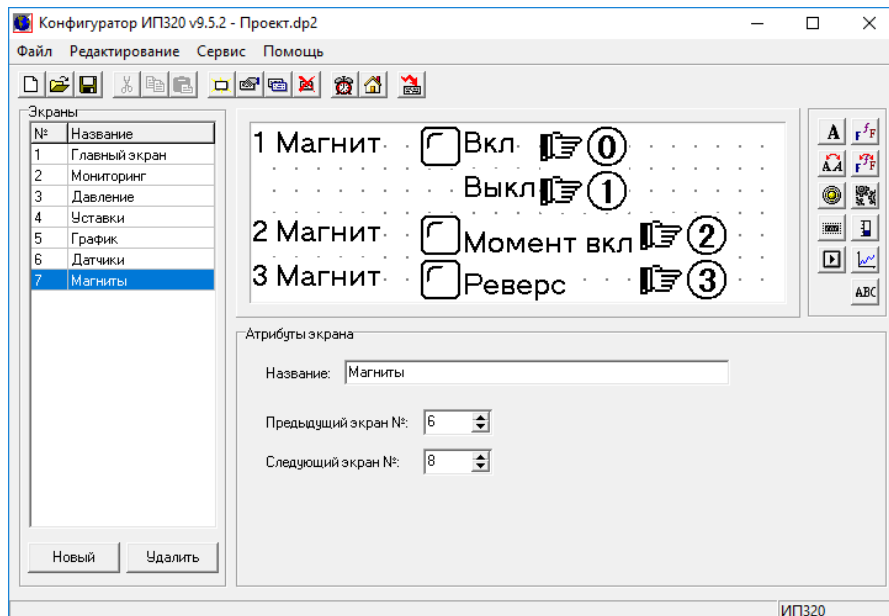

Рисунок 7.16 – Экран «Магниты»
30. Создать надписи «1 Магнит», «2 Магнит», «3 Магнит», «Вкл.», «Выкл.», «Момент вкл.», «Реверс» (см. рисунок 7.16). Приемы ввода текста описаны в п. 4.3.